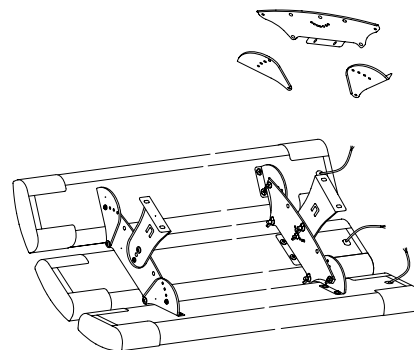

Рис.5
9. Схема установки крепёжного комплекта для монтажа 3 инфракрасных обогревателей указана на Рис. 5.